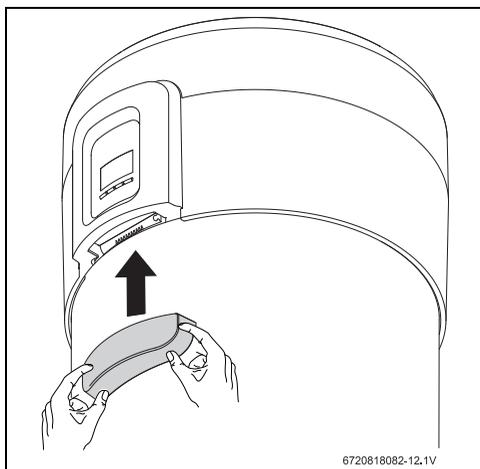

Fig. 15 Mettre en place le petit couvercle
- ▶ Mettre en place le petit couvercle conformément à la fig. 15.